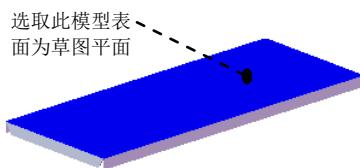
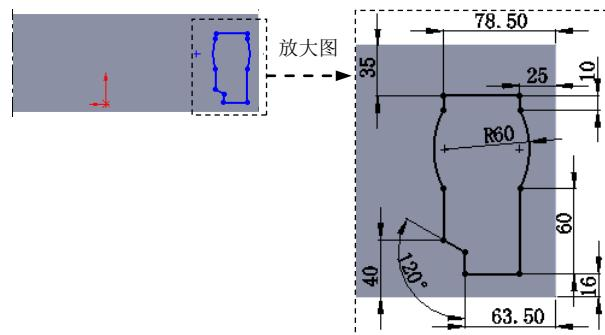

图 17.7.58 定义草图平面
图 17.7.59 横断面草图
(1) 选择命令。选择下拉菜单 **插入(I)** → **切除(C)** → **拉伸(E)...** 命令。
(2) 定义特征的横断面草图。选取图 17.7.58 所示表面作为草图平面，绘制图 17.7.59 所示的横断面草图。
(3) 定义切除深度属性。在 **方向1** 区域选中 与厚度相等(L) 复选框与 正交切除(N) 复选框，其他采用系统默认设置值。
(4) 单击 按钮，完成切除—拉伸 1 的创建。